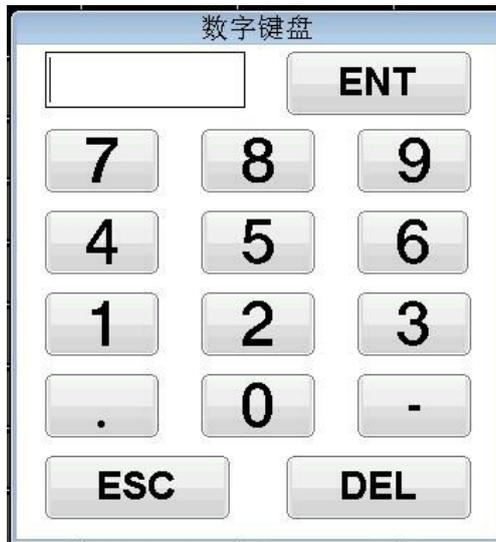

图 4.4.4 数字键盘示意图
- ◆ **下限：**轻触此按键，弹出数字键盘（图 4.4.4 所示），输入该通道的下限值，按 ENT 确认；
- ◆ **上限：**轻触此按键，弹出数字键盘（图 4.4.4 所示），输入该通道的上限值，按 ENT 确认；
- ◆ **补偿值：**轻触此按键，弹出数字键盘（图 4.4.4 所示），输入该通道的补偿值，按 ENT 确认；